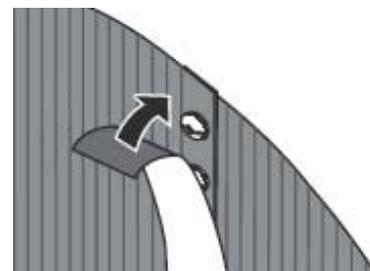

Abb. 9
- Überdecken Sie die Mantelenden und die Schraubenköpfe an der Innenseite des Pools zur Gänze mit einem 50 mm breiten Klebeband (**Abb. 9**).